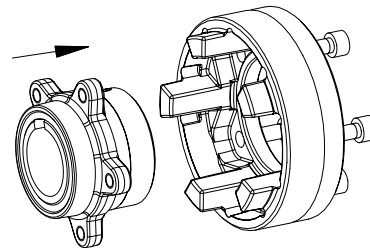

Fig. 20: Montaggio del mozzo a flangia con anello a camme
- Collegare il mozzo a flangia e l'anello a camme (vedere fig. 20).